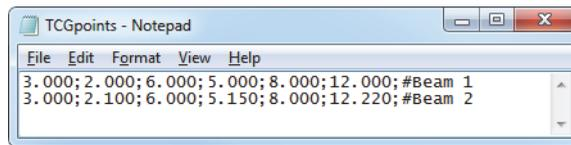

Figura 4-34 Texto de importação de pontos TCG
1. Criar o arquivo CSV que possui os diferentes pontos TCG para um grupo particular (Figura 4-34 na página 135):